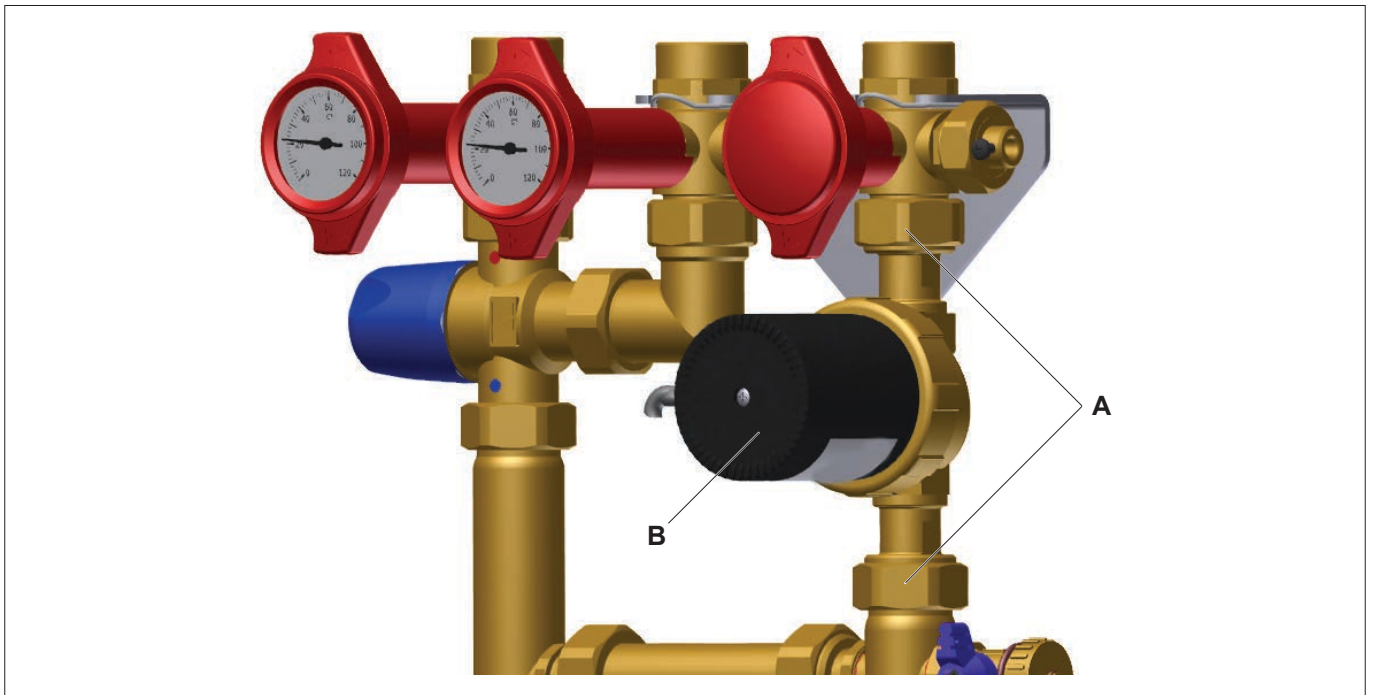

Abb. 5: Zirkulationspumpe demontieren
- Setzen Sie die Zirkulationspumpe (Pos. B, siehe Abb. 5 auf Seite 13) ein und ziehen Sie die Muttern (Pos. A, siehe Abb. 5 auf Seite 13) fest (Anzugsmomente siehe „Technische Daten“ auf Seite 16).